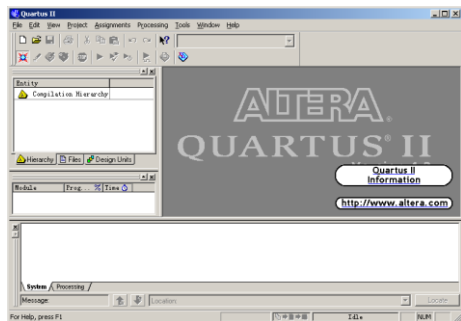

图 27-20 Quartus II 软件界面
- (1) 打开 Quartus II 软件，其界面如图 27-20 所示。